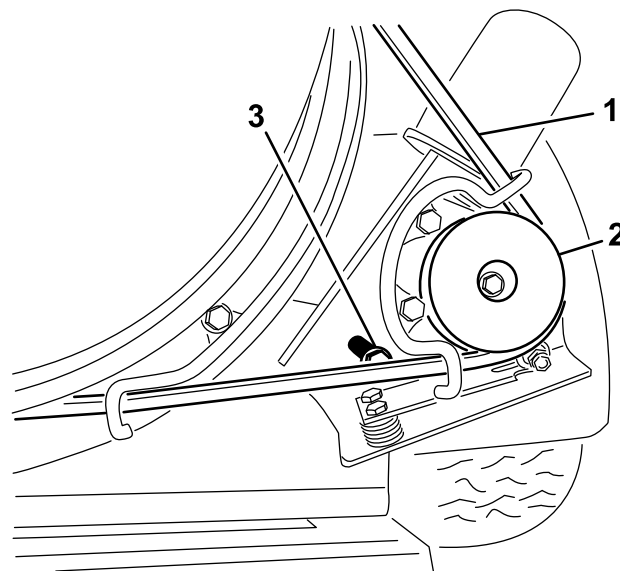

Figure 27
1. Desserrez les boulons qui fixent le support de la poulie au châssis de la souffleuse (Figure 27).